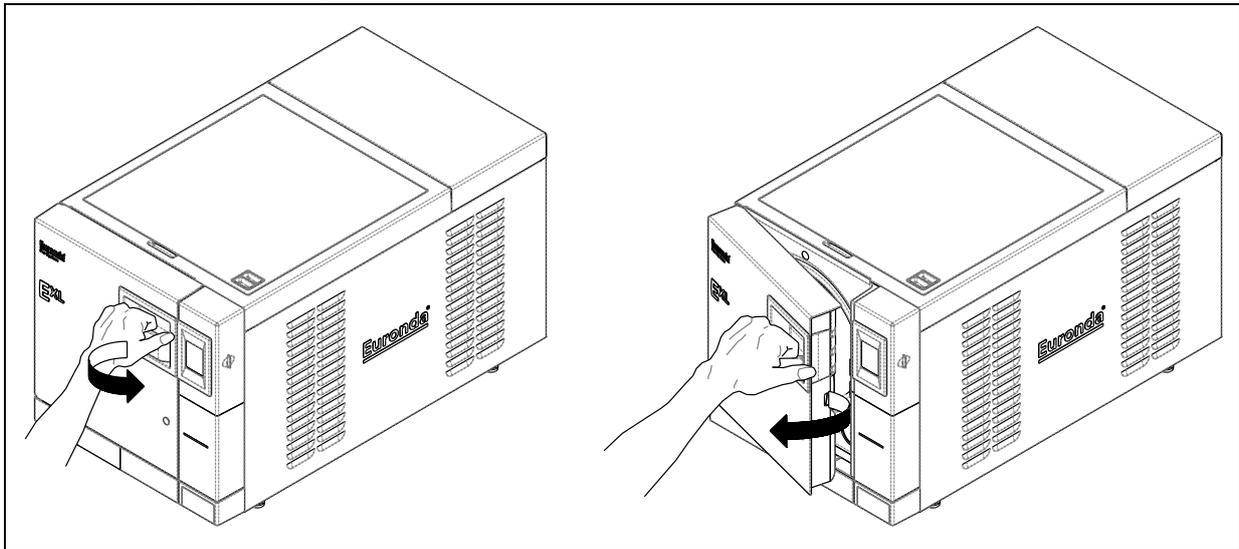

Abb. 7.1-1
1. Die Tür öffnen (Abb. 7.1-1).